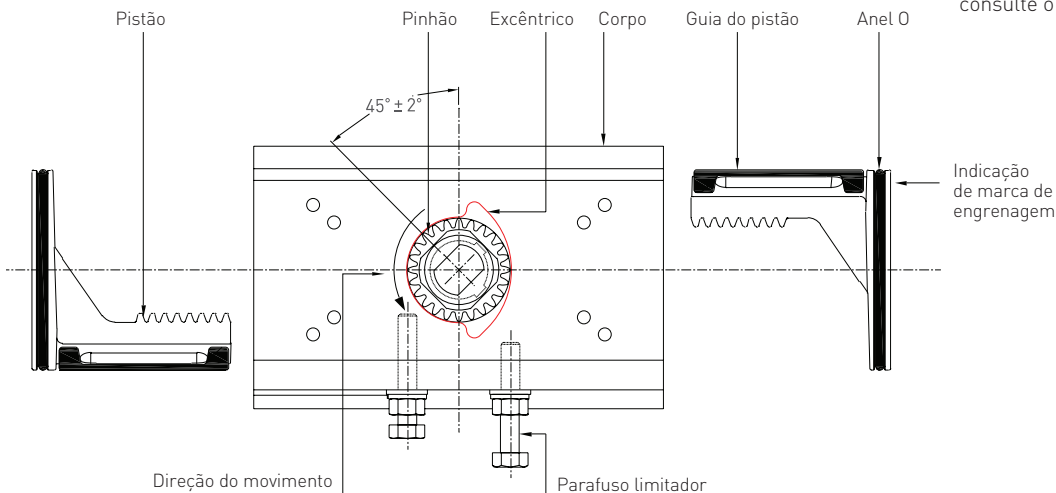

FIGURA 5 (vista superior)
2. Oriente o eixo de saída em 45°, como na Figura 5.
3. Insira os pistões completamente com as placas de suporte (9), com as pernas do pistão no lado direito do furo quando visto da extremidade do anel O-ring do pistão (Figura 5), até que as cremalheiras se acoplem ao pinhão e, em seguida, empurre com cuidado para dentro. Agora, o atuador está na posição totalmente aberta e a indicação do eixo deve estar em 95 graus.
5. Insira o parafuso do limitador de curso (aberto) esquerdo (21), juntamente com o anel O-ring (19), as arruelas (14) e a contraporca (23), até que o parafuso atinja o excêntrico do limitador de curso. Aperte a contraporca.
7. Insira o parafuso do limitador de curso (fechado) direito (21), juntamente com o anel O-ring (19), a arruela (14) e a contraporca (23), até que o parafuso atinja o excêntrico